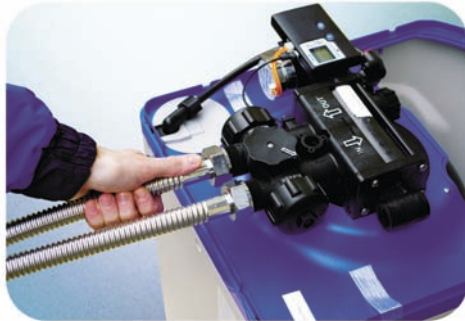

рисунок 4
- 4 Подсоедините водопроводные линии к устройству в соответствии с государственными и местными строительными, сантехническими и электрическими правилами (см. рисунок 4)